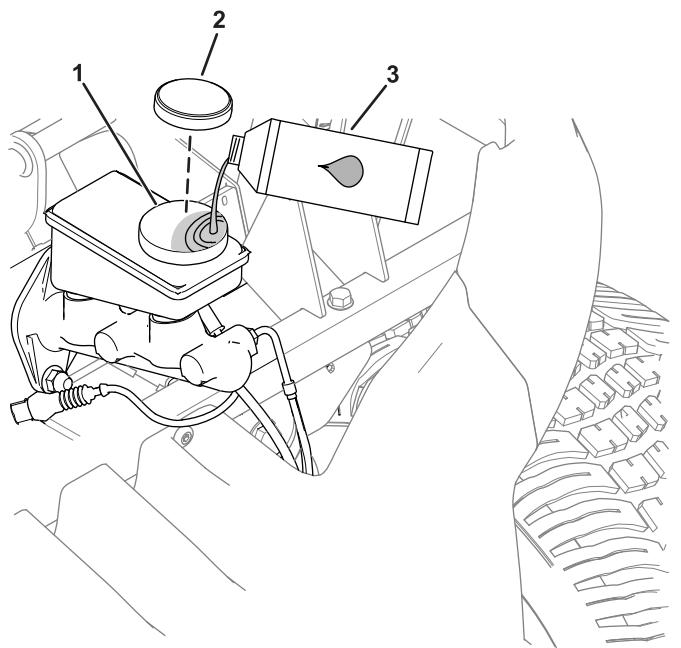

図 44
- フードを外してブレーキのマスターシリンダとブレーキ液タンクにアクセスできるようにする図44。
- A. ウエスでタンクのキャップの周囲をきれいに拭いてキャップ外す図 44。
- C. タンクにキャップを取り付ける図 44。